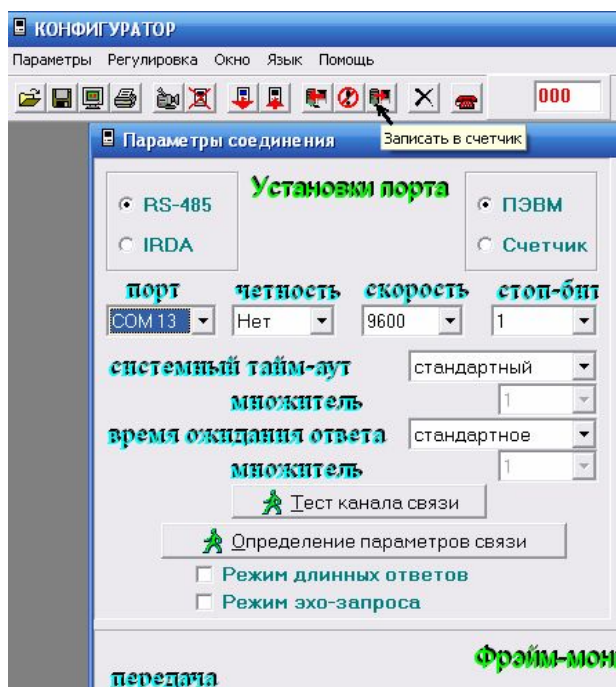

Рис.8
3. при необходимости изменения параметров связи, установленных в счетчике, перевести курсор в положение «Счетчик», установить требуемые параметры и записать в счетчик нажатием кнопки «Записать в счетчик». (Рис.8)